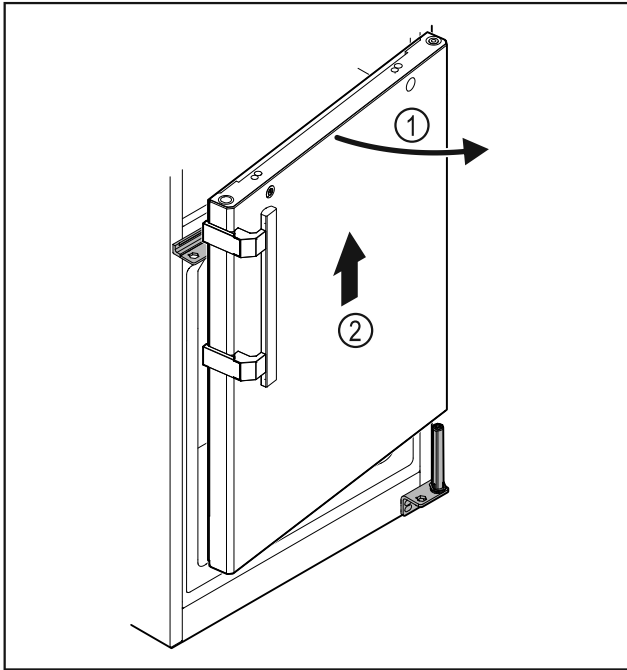

Fig. 33
- Tür Fig. 33 (1) leicht öffnen, circa 200 mm gerade nach oben heben und abnehmen Fig. 33 (2).